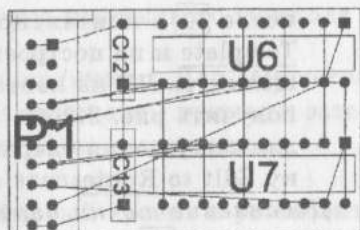

Рис. 2.7.
- команда Select>Guides>ByArea после установки в полях FromVertex и ToVertex координат диагонали (73/78 и 28/108) прямоугольного окна (с последующим Select>Apply) — выбирает только связи внутри этого окна (рис. 2.7).